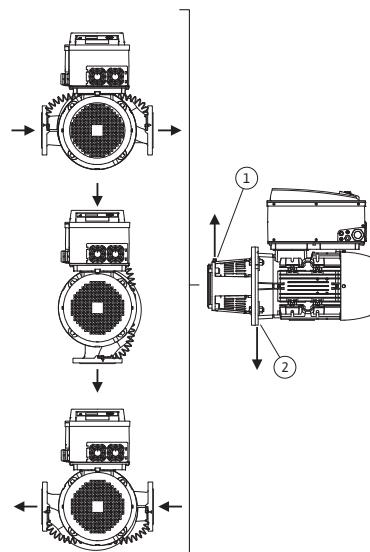
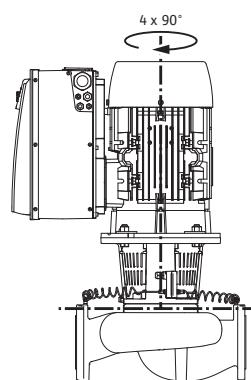

Fig. 18: Dopuszczalne położenia montażowe z poziomym wałem silnika
Fig. 19: Dozwolone położenia montażowe z pionowym wałem silnika
Dopuszczalne położenia montażowe z poziomym wałem silnika i modułem elektronicznym skierowanym w górę (0°) są przedstawione na Fig. 18. Nie przedstawiono dopuszczalnych położen montażowych z modułem elektronicznym zamontowanym z boku ($+/- 90^\circ$). Dozwolone jest każde położenie montażowe, z wyjątkiem montażu „moduł elektroniczny skierowany w dół” (-180°). Odpowietrzanie pompy jest zapewnione tylko wtedy, gdy zawór odpowietrzający jest skierowany w górę (Fig. 18, poz. 1). Tylko w tej pozycji (0°) spływający kondensat może być odprowadzany przez odpowiedni wywiercony otwór, latarnię pompy oraz silnik (Fig. 18, poz. 2). W tym celu należy usunąć korek na kołnierzu silnika.
Dopuszczalne położenie montażowe z pionowym wałem silnika są przedstawione na Fig. 19. Dozwolone jest każde położenie montażowe z wyjątkiem montażu „silnik skierowany w dół”.
- Zawór odpowietrzający na latarni (Fig. 6, poz. 1.31) przy poziomym wale silnika musi być zawsze skierowany do góry (Fig. 6a: iFig. 6b:). Przy pionowym wale silnika dozwolona jest każda orientacja. Patrz także Fig. 18: „Dopuszczalne położenia montażowe z poziomym wałem silnika” na stronie 141 lub Fig. 19: „Dozwolone położenia montażowe z pionowym wałem silnika” na stronie 141.
- Przy poziomym wale silnika otwór na kondensat musi być skierowany w dół (Fig. 18, poz. 2). W razie potrzeby odpowiednio obrócić silnik.